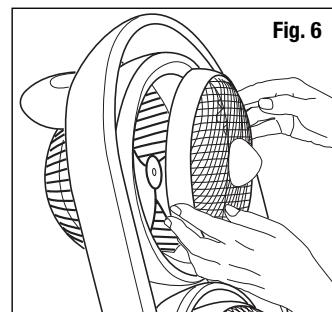

Fig. 6
- Retirer la grille avant du boîtier (Fig. 6).